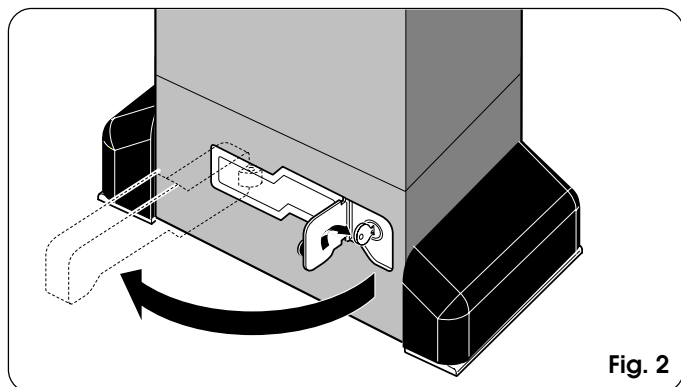

Fig. 2
- 2) Tourner la clé dans le sens des aiguilles d'une montre et tirer le levier de déverrouillage d'après la Fig. 2.